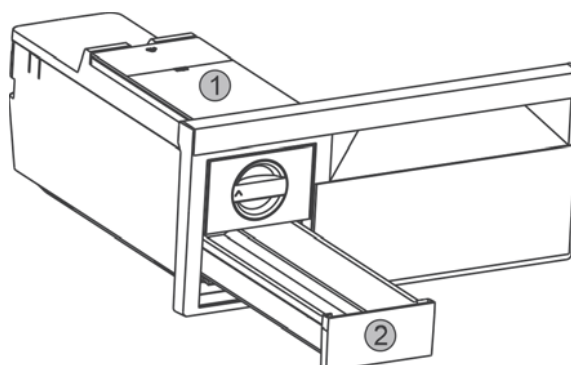

Fig. 53
- Извлечь бак для воды Fig. 53 (1) и выдвижной ящик для производства кубиков льда Fig. 53 (2).